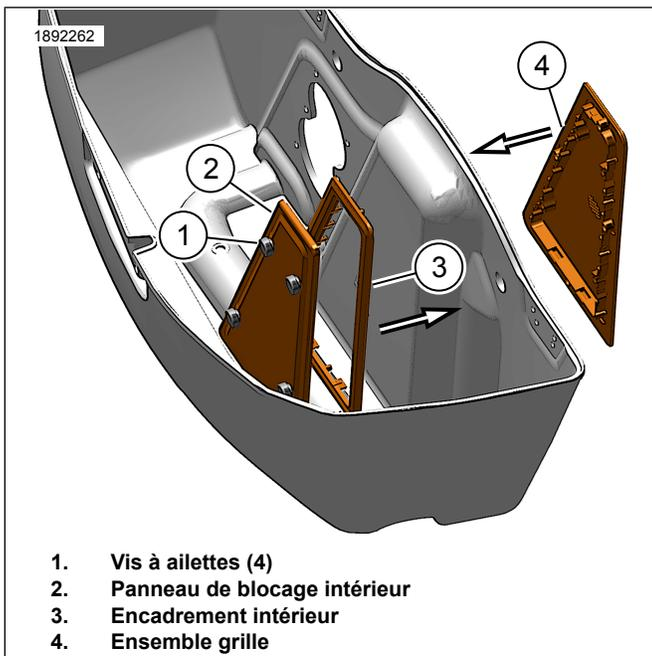

Figure 3. Emplacement du trou de drainage de la sacoche droite
Voir la figure 3. Percer le trou de drainage (1) à l'emplacement approximatif indiqué.